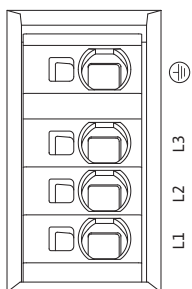

Fig. 31: Bornes de puissance (bornes de raccordement réseau)
- Bornes de puissance (bornes de raccordement réseau) (fig. 31)